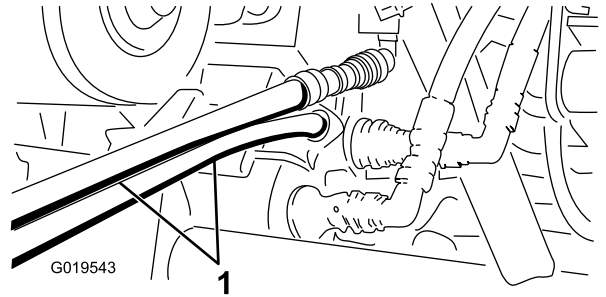

Figura 73
5. En la otra máquina, conecte las dos mangueras al acoplamiento que permanece todavía en el soporte de acoplamiento (conecte la manguera superior al acoplamiento superior y la manguera inferior al acoplamiento inferior) (Figura 73).